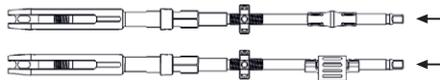

Fig. 12
- För in tillsammans i FRI-ytterhylsan, se Fig. 12.